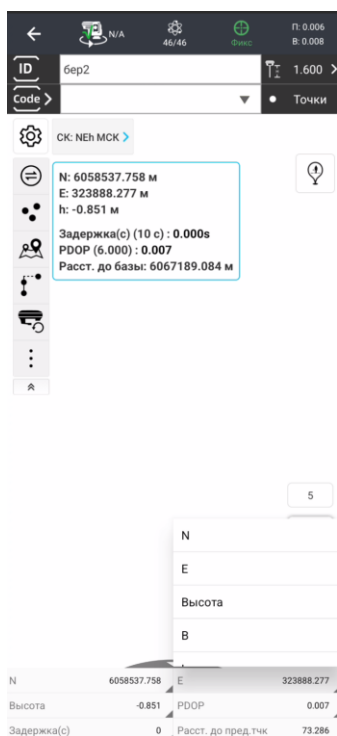
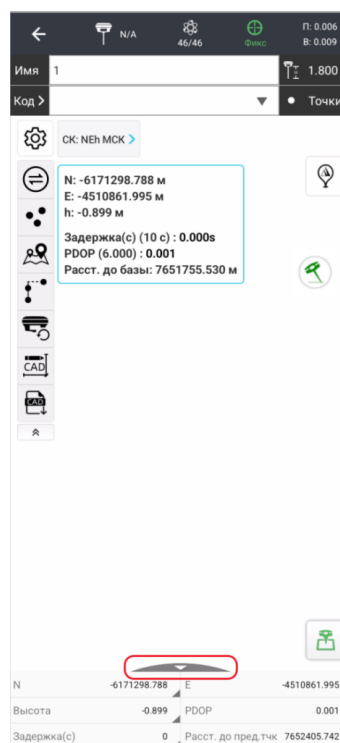

Рисунок 4.2.8
Рисунок 4.2.9
Нижнее поле является интерактивным и способно отображать различные данные. Для настройки нажмите на одно из шести полей и выберите необходимый параметр (Рисунок 4.2.8). Также нажатием кнопки, находящейся над этими полями, можете убрать все меню (Рисунок 4.2.9).
-  **Инструменты**  (Рисунок 4.2.8): открывает список доступных функций